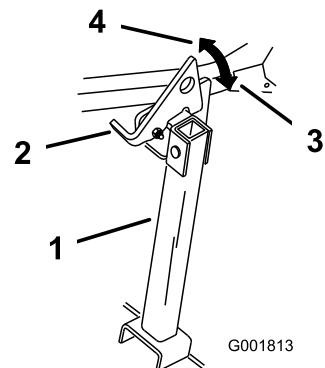

Bild 49
2. Heben Sie den Riegel in die entsicherte Stellung an (Bild 49).